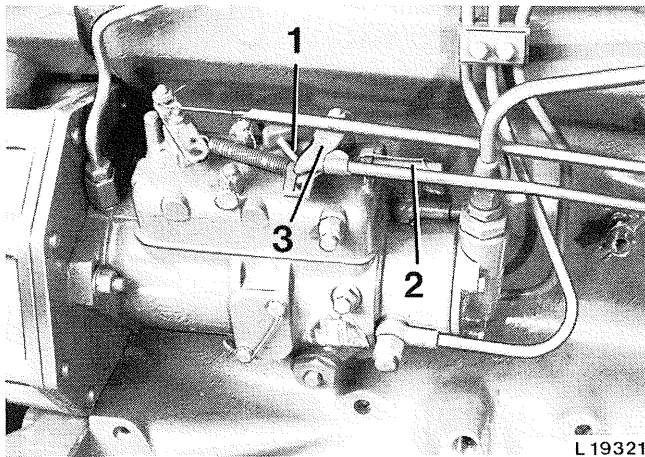

Fig. 4 — Pompe d'injection ROTO DIESEL
2. A la main, appliquer le levier 3 (fig. 4) contre la vis de butée 2 de régime maximum. Le régime moteur doit alors être de 2560 tr/min (tracteurs 840 et 940), ou de 2660 tr/min (tracteurs 1040 et 1140).